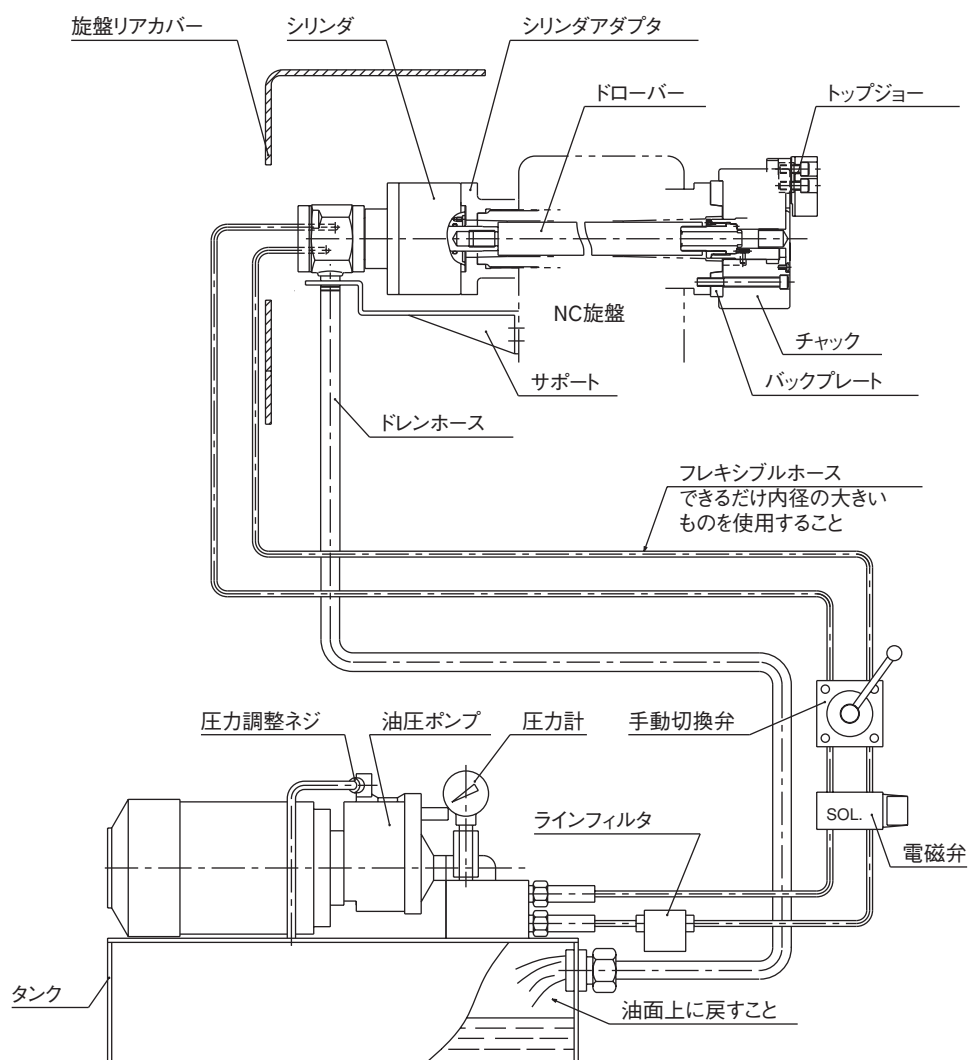

図 13
- ・ドレンは必ず油圧ユニットの油面上に戻すこと。（図13 参照）